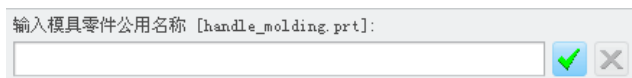

图 18.2.29 系统提示文本框(二)
Step3. 在图 18.2.29 所示的系统提示文本框中(二),输入浇注零件公用名称名称 molding,并按回车键。